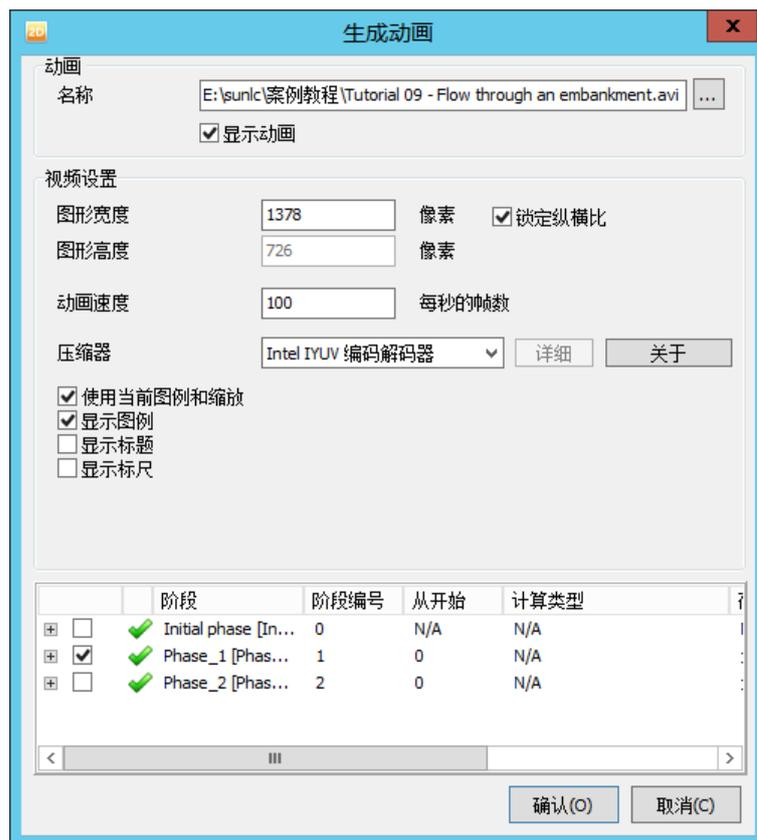

图 10 生成动画窗口
- 不要勾选初始阶段和阶段 2，这样动画中只有阶段 1。生成动画窗口如图 10 所示。